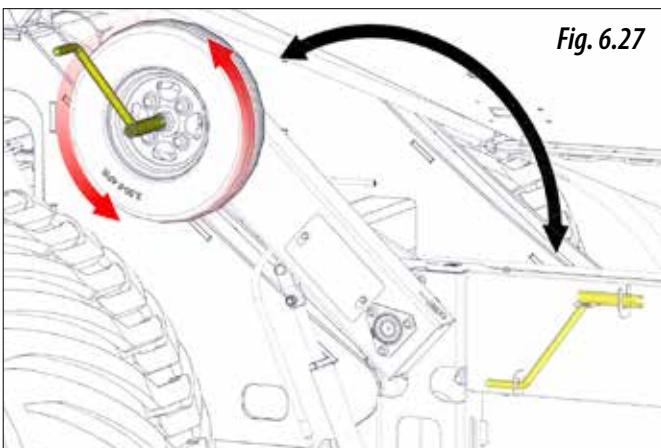

Fig. 6.27
- 4- Hacer girar unas vueltas la transmisión de la máquina para vaciar de producto el dosificador (Fig. 6.27).